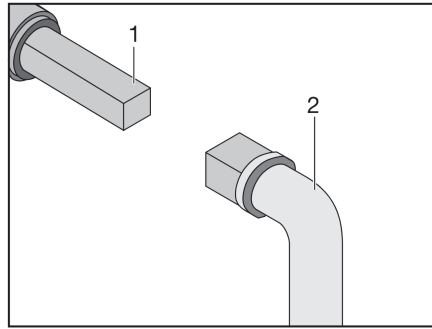

Fig. 264 Manejo del grifo para la eliminación de aguas residuales
- Insertar la llave (Fig. 264,2) en el cuadrado (Fig. 264,1).